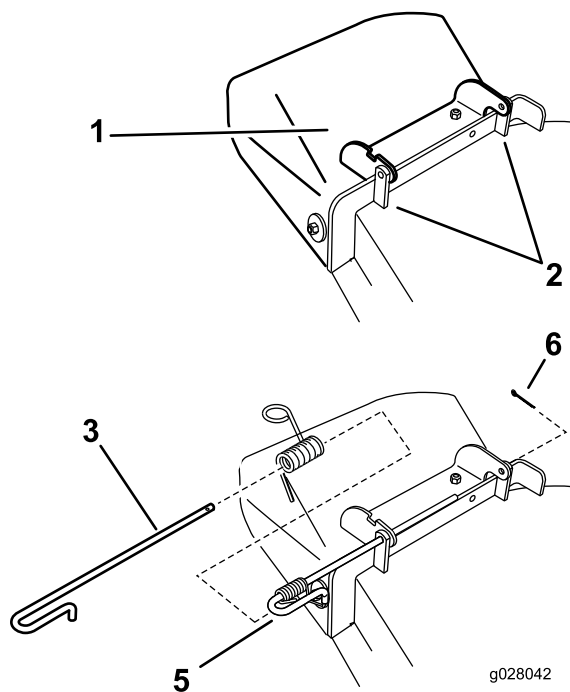

Figura 77
1. Retire o contrapino da extremidade da vareta (Figura 77).
2. Desengate a mola da ranhura no suporte do defletor e deslize a barra para fora dos suportes soldados da plataforma, mola e defletor de descarga (Figura 77). Retire o defletor de relva danificado ou gasto.
3. Posicione o novo defletor de descarga com as extremidades do suporte entre os postes soldados na plataforma como se mostra na Figura 77.
7. Instale o contrapino na extremidade da vareta (Figura 77).